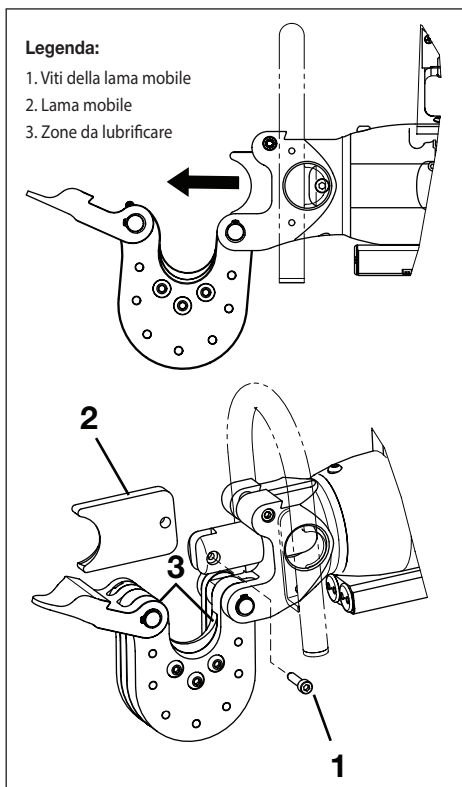

Figura 13, Sostituzione della lama mobile
Sostituire la lama mobile come descritto nei passaggi seguenti. Fare riferimento alla figura 13, elementi 1, 2 e 3.
5. Allentare e smontare la vite della lama mobile (figura 13, elemento 1).
6. Rimuovere la lama mobile usurata (figura 13, elemento 2).
7. Inserire la lama mobile nuova (figura 13, elemento 2) sullo stelo.
8. Montare la vite della nuova lama mobile (figura 13, elemento 1). Applicare una coppia di 25 Nm [18 ft-lb]. Applicare il composto Loctite 243 o un prodotto equivalente.
9. Lubrificare la scanalatura e la guida dell'attrezzo nella testa di taglio con un grasso al litio per pressioni estreme NLGI classe 2 (figura 13, elemento 3).